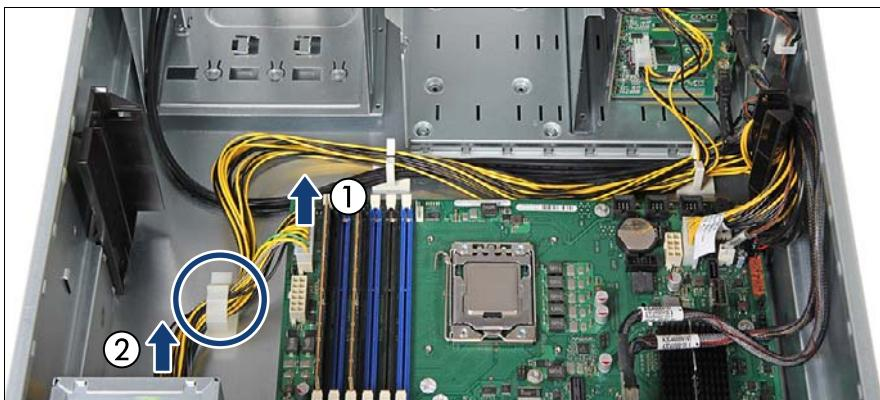
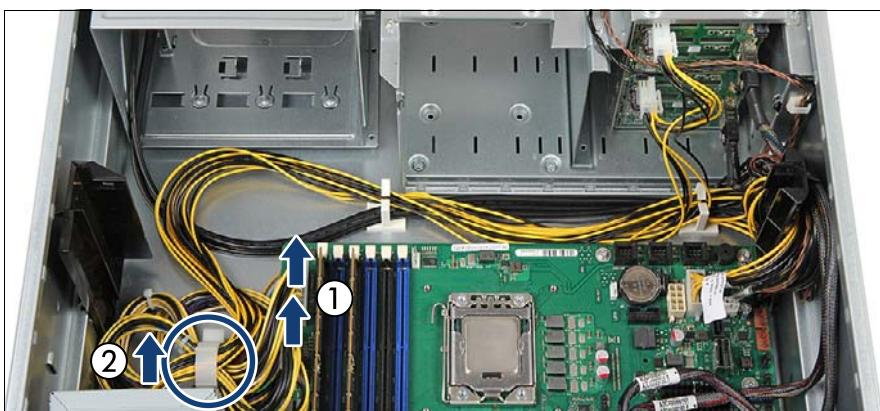

図 38: PRIMERGY TX150 S8 の電源ケーブルの取り外し
図 39: PRIMERGY TX200 S7 の電源ケーブルの取り外し
- ▶ ケーブルクランプに電源ケーブルを通します (図 38 または図 39 を参照)。